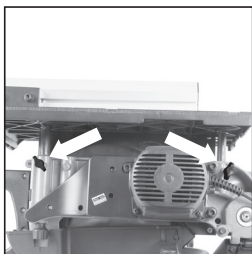

FIG. 17
- Allentare i due dadi a farfalla del montante del tavolo, uno sul retro e uno sul davanti sotto il tavolo stesso. (**Fig. 17**)